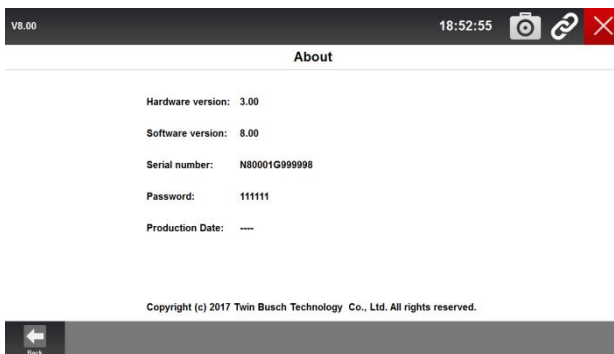

Abbildung 4-7 Beispiel Bluetooth Name Bildschirm
4. Wenn die VCI-Kommunikationsstatusanzeige nicht grün wird, schalten Sie bitte Bluetooth in "Einstellungen" ein. Das Gerät sucht nach Bluetooth-Geräten Automatisch, ggf., können Sie auch eine manuelle Suche starten, dann wählen Sie die entsprechende VCI (Bluetooth Name aufgeführt in "Über" Seite als Abbildung 4-7) zum Pairing. Hier können Sie feststellen, ob das TW DT-10 mit dem VCI erfolgreich verbunden ist. Die VCI-Kommunikationsstatusanzeige leuchtet grün.